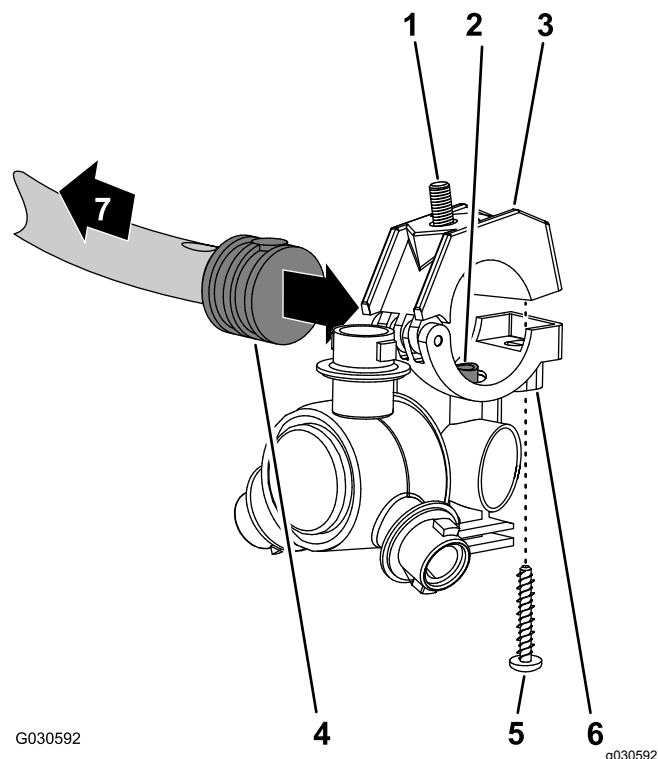

Figura 77
1. Lavorando con l'ugello dell'irroratrice che avete rimosso al passaggio 12 Rimozione dei flessibili degli ugelli dell'irroratrice per il sistema a 3 sezioni \(pagina 34\), allineate il tubo di trasferimento sulla sella di un ugello dell'irroratrice (Figura 77) con il foro sul lato del portagomma dentellato singolo ($\frac{1}{2}$ ").
2. Chiudete la metà superiore della fascetta attorno al portagomma dentellato e fissate la metà della fascetta e il corpo dell'ugello dell'irroratrice (Figura 77) con la vite in acciaio inox (n. 12 x $1\frac{1}{4}$ "); serrate la vite in acciaio inox a 226–282 N·cm.